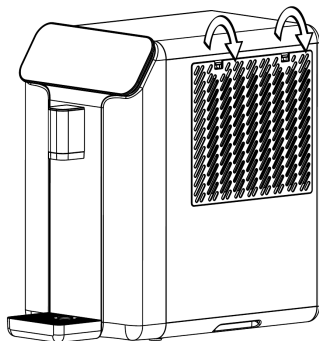

图 3 · 打开右侧的滤芯盖板
2. 按下设备右侧滤芯盖板顶部两侧的按钮，取下盖板（图 3）。